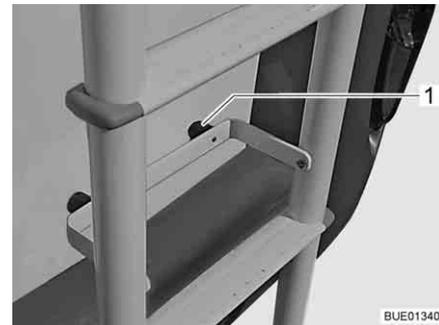

Fig. 2 Escalera plegable, escalera plegada hacia abajo
- Colocar el estribo de protección con los puntos de goma (Fig. 2,1) contra la pared posterior del vehículo.